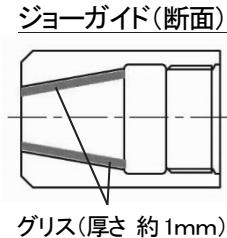

図 7-3
- 5) ジョーガイドの内側(ジョーと接する面)にグリスを充分に塗布して組み付けてください。(図 7-3 参照)
- 2) 組み付ける前に、先端部品の清掃・グリスアップを実施してください。(P.14 図 7-3 参照)